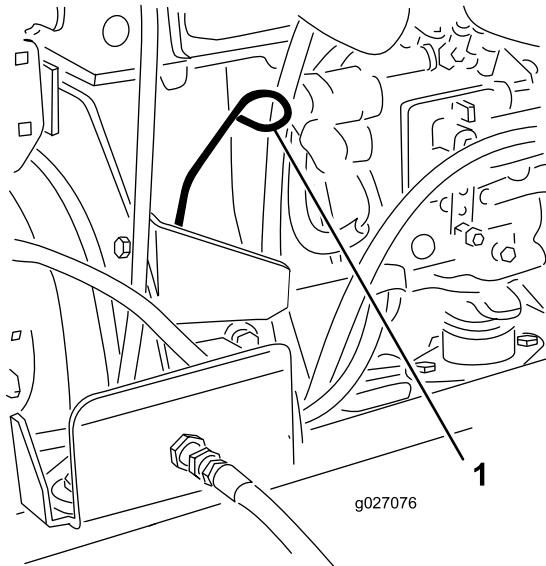

Рисунок 30
- Извлеките измерительный щуп, тщательно протрите и снова вставьте его (Рисунок 30).